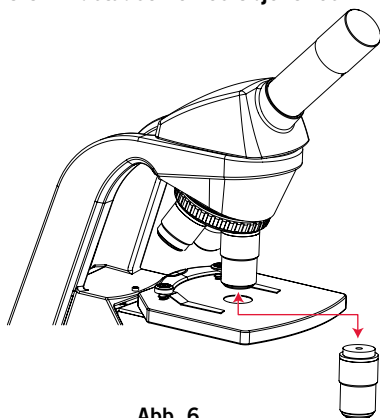

Abb. 6
- Sollte ein Stellplatz des Revolvers nicht genutzt werden, bitte eine Staubschutz-Kappe zum Schutz des Mikroskops einschrauben. (Abb. 6)